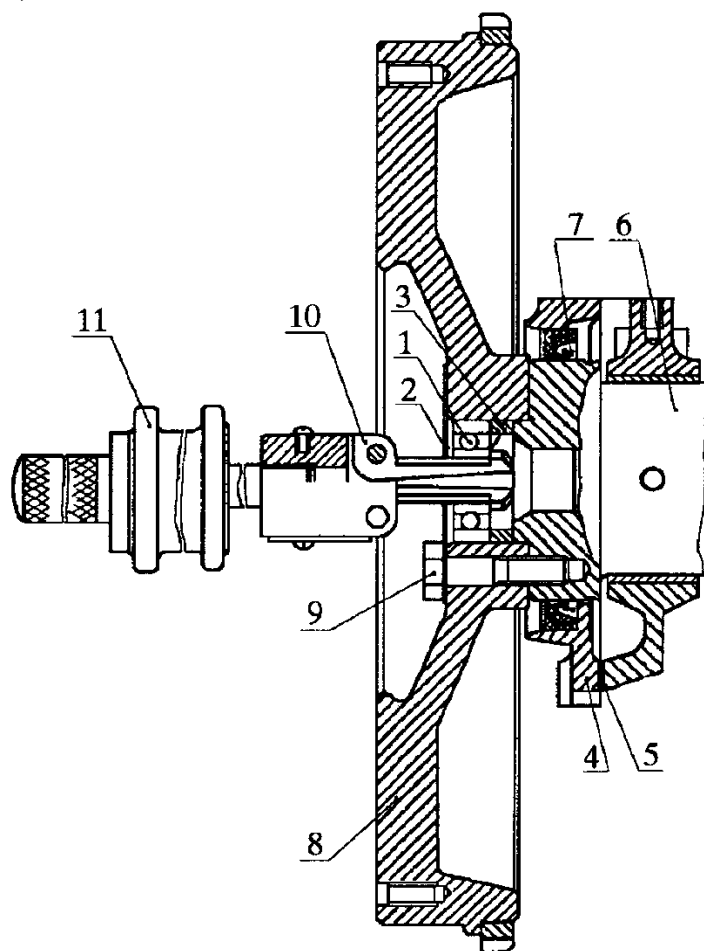

Рис.56. Снятие подшипника первичного вала коробки передач:
- снять с помощью приспособления и съемника подшипник первичного вала из маховика (рис.56);